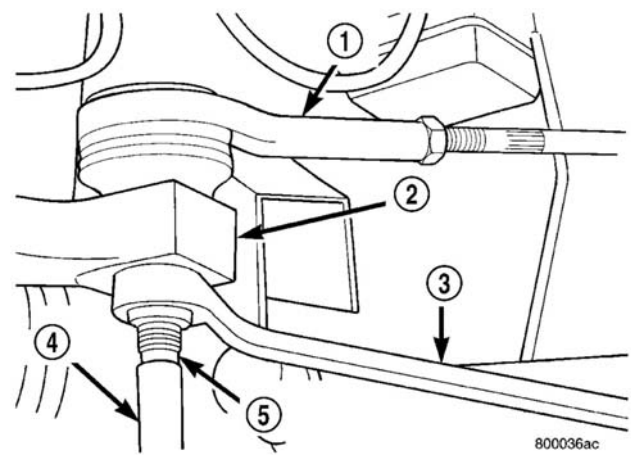

图 11 拆卸转向横拉杆端头的连接螺母
(6) 固定住转向横拉杆端头，同时用扳手松开并卸下螺母，以此拆下将外转向横拉杆端头连接至转向节的螺母（图 11）。
（6）将转向横拉杆端头装入转向节臂内。将螺母拧到转向横拉杆端头的球销上。同时用套筒固定住转向横拉杆端头的球销（图 11），紧固转向横拉杆端头与转向节连接螺母，将转向横拉杆端螺母紧固至 $75 \text{ N} \cdot \text{m}$ (55 ft.lbs.) 的扭矩。